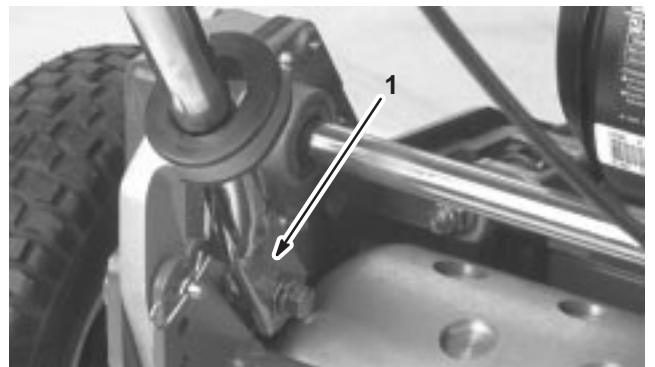

Figure 2
5. Poussez les extrémités du mancheron vers l'intérieur et installez-les sur les axes de montage (Fig. 2).
- Fixez les extrémités du mancherons aux axes de montage à l'aide des vis d'assemblage, des rondelles et des rondelles-freins retirées précédemment (Fig. 2).
- Fixez la base des bras du mancheron de chaque côté de la tondeuse avec les vis d'assemblage et les rondelles-freins retirées précédemment (Fig. 2). Vérifiez que les bagues sont bien placées dans les trous de fixation des bras du mancheron.
- Fixez les bras du mancheron à l'arrière du bâti avec les goupilles fendues et les axes de chape retirées précédemment (Fig. 2).